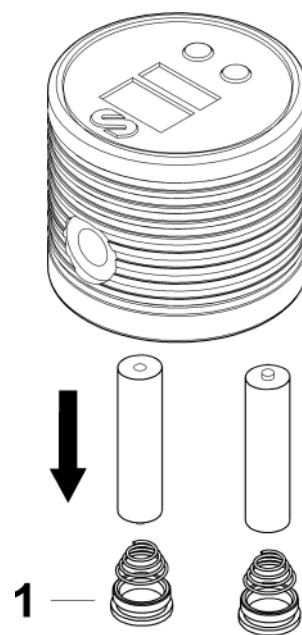

Fig. 5
1. Remove the threaded plugs (1) at the back of the meter (Fig.5).
3. Mount the battery plugs (1).
1. Destornillar y retirar los tapones roscados (1) en la parte trasera del contador (Fig. 5).
3. Volver a montar los tapones roscados (1).
1. Dévisser et retirer les capuchons (1) au niveau de la partie arrière du compteur (Fig.5).
3. Visser à nouveau les capuchons de protection (1).
1. Die Schraubkappen (1) auf der Rückseite des Zählers abschrauben (Bild 5).
3. Die beiden Schraubkappen (1) wieder anbringen.